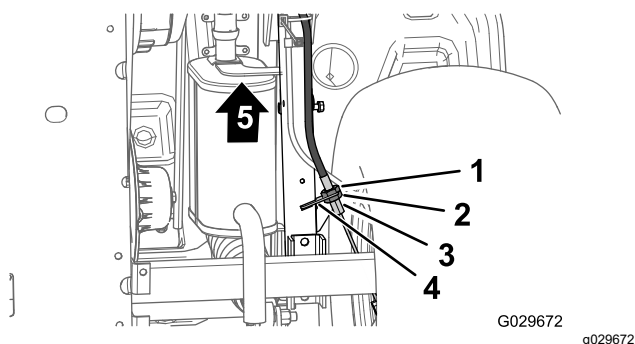

Рисунок 68
- В нижней части машины ослабьте заднюю зажимную гайку резьбового регулятора троса стояночного тормоза на 4 оборота (Рисунок 68).
- Затяните переднюю контргайку (Рисунок 68).
- A. Ослабьте затяжку передней зажимной гайки (Рисунок 68) на резьбовом регуляторе троса стояночного тормоза на один оборот.
- B. Затяните заднюю контргайку (Рисунок 68).
- A. Ослабьте затяжку задней зажимной гайки (Рисунок 68) на резьбовом регуляторе троса стояночного тормоза на один оборот.
- B. Затяните переднюю контргайку (Рисунок 68).